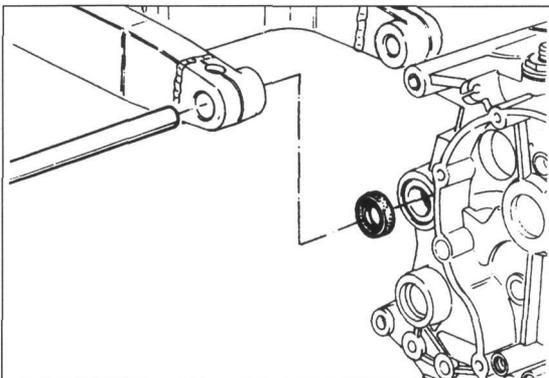
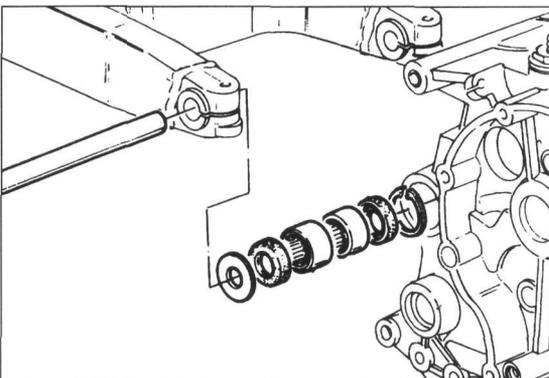

Bild 250
Bild 251
- Lagerbuchsen (M 600/750; Bild 250) bzw. Nadelhülsen (M 900; Bild 251) mit passendem Dorn gefettet in erwärmtes Motorgehäuse einpressen oder wie Lenkkopflager einziehen.